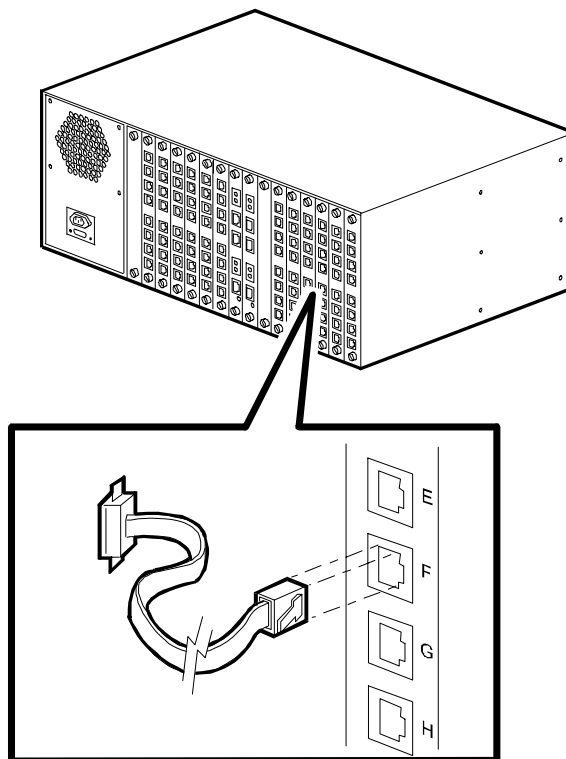

Figura 2-7. Conectar un cable serie RJ45
6. Cuando haya instalado todas las tarjetas adaptadoras digitales, necesitará conectar cables serie introduciendo los cables RJ45 en los conectores de estilo RJ45 etiquetados como A, B, C, D, E, F, G y H (para 8 puertos) o A, B, C y D (para 4 puertos) de cada tarjeta adaptadora. Consulte la Figura 2-7. Una cada conector serie a un servidor terminal o a otro dispositivo DTE.